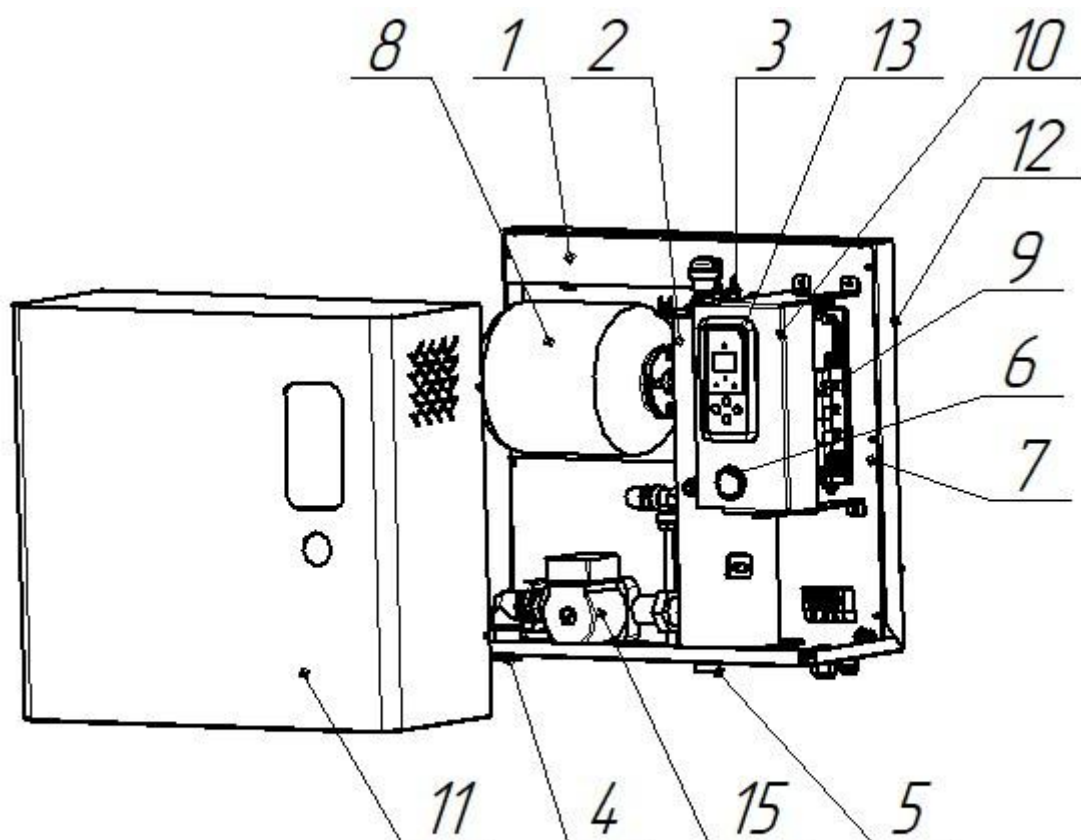
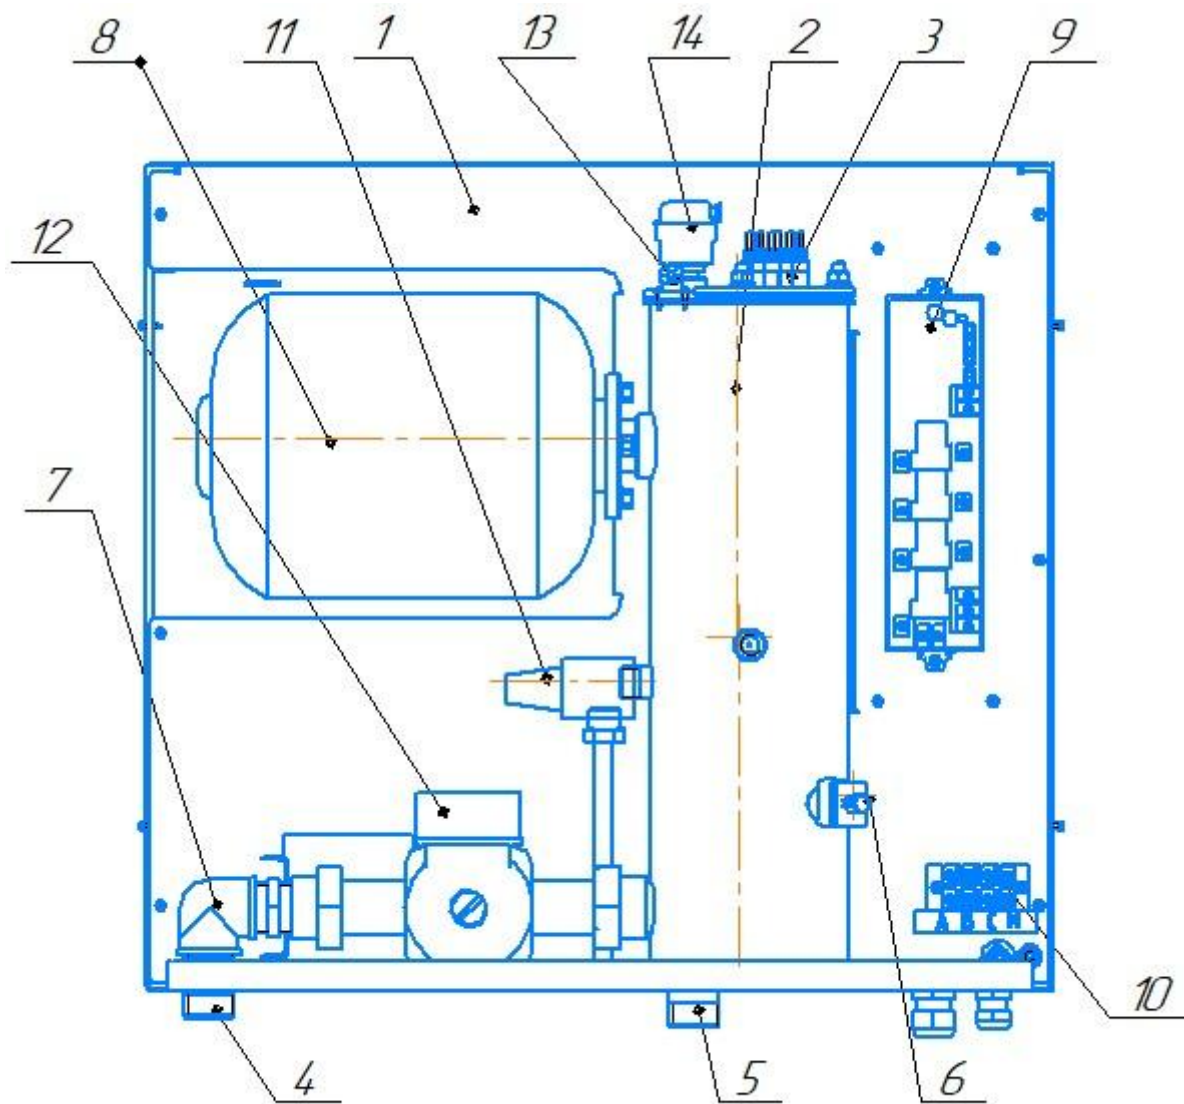

Рис.1 Конструкция электроводонагревателя
Рис.3 Компоновка котла
Корпус котла (рис.1) состоит из основания 1 и кожуха 11. Через два кронштейна 12 ЭВН-К крепится к стене с помощью дюбелей и шурупов. На панели монтажной 7 установлен корпус нагревателя 2 с блок-тэном 3, панель 10.
Подробно устройство котла показано на рис.3.
Электронная панель управления 13 (рис.1) и электрическая плата коммутации 9 (рис.3) управляют работой ЭВН-К в заданном потребителем режиме.
8.5 **Внимание** Необходимо позаботиться об отводе воды в канализацию с аварийного клапана 11 (рис.3). Отводная труба должна быть свободной от закупорок. При эксплуатации котла без данной трубы, вода, которая будет вытекать в результате срабатывания клапана, будет находиться вне системы отопления и может причинить ущерб вашему имуществу или имуществу иных лиц.
9.9. Приведите воздухоотводчик 15 (рис.3) в рабочее состояние. Для этого необходимо открутить расположенный наверху крышки колпачок на 1-1,5 оборота (не снимая его).